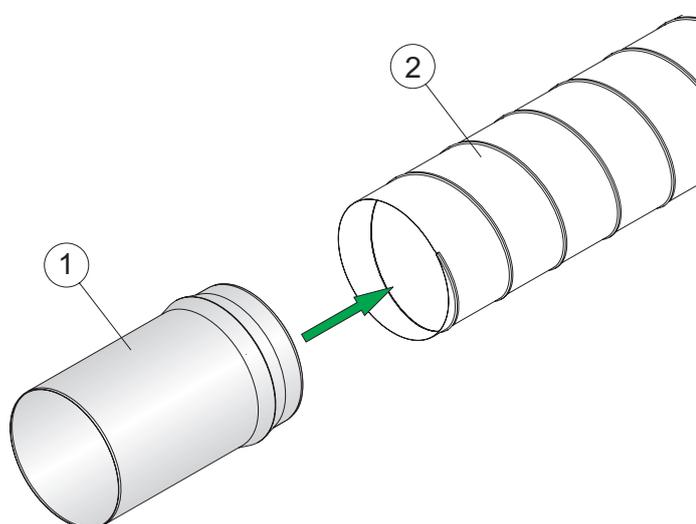

Fig. 4.39
1) Insérer les raccords (1) dans les tubes (2) radiants, en s'assurant que la partie conique est bien assise sur le tube (fig. 4.39).